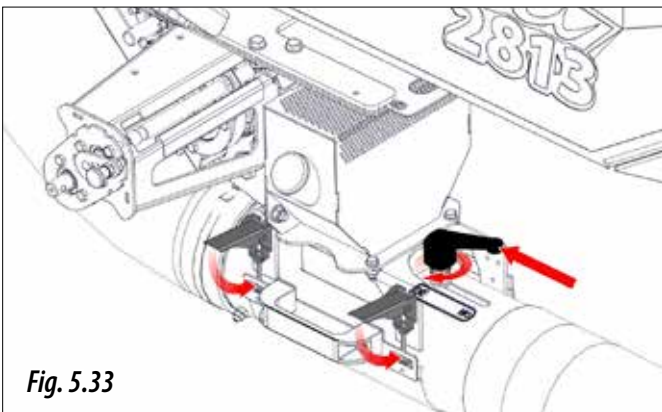

Fig. 5.33
- 4.A.5-** Cuando termine de caer producto, cerrar la tapa del inyector venturi, colocar la maneta de calibración a la posición "OK" y bloquearla (Fig. 5.33).